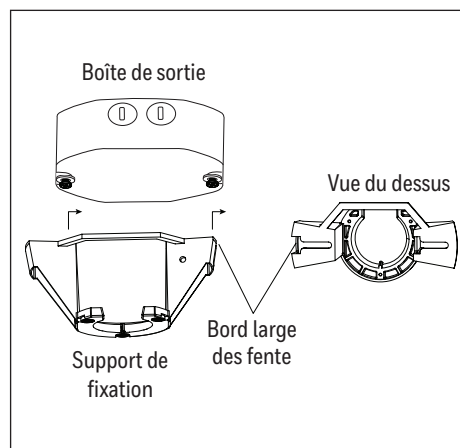

Figure 2.2
2. Si nécessaire, pré-assemblez les vis et les rondelles fournies avec la boîte de sortie (vendue séparément). Ensuite, soulevez le bord large des fentes au-dessus des têtes de vis et faites glisser le support de fixation vers la droite jusqu'à ce que les têtes de vis soient complètement engagées dans les fentes. Serrez les vis pour fixer le support de fixation à la boîte de sortie (Figure 2.2).